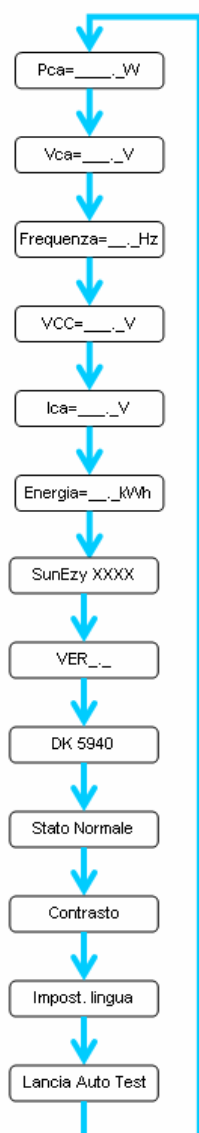

Fig.13
- La successione delle informazioni visualizzate è riportata nello schema della sequenza di visualizzazione (Fig. 13).